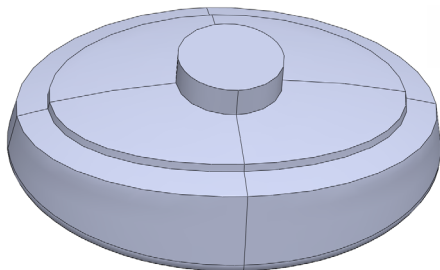

图 8-24 压缩零件特征
(3) 执行操作后, 即可压缩零件特征, 效果如图 8-24 所示。